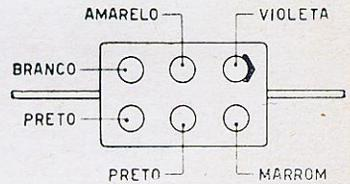

Figura 4
A título de exemplo, vejamos como seria feita a determinação das características do condensador ilustrado na figura 4. As côres que dão o valor em picofarads são: amarelo (4), violeta (7) e marrom (x10), resultando uma capacidade de 470 pf. A pinta branca indica tratar-se de uma unidade de mica para uso convencional. A pinta correspondente à tolerância tem cor prêta, o que equivale a 20% de tolerância. Finalmente, a característica, de acordo com a Tabela II, é de isolamento superior a 3000 Megohms e coeficiente de temperatura igual ou menor que 1000 partes por milhão, por grau centígrado.